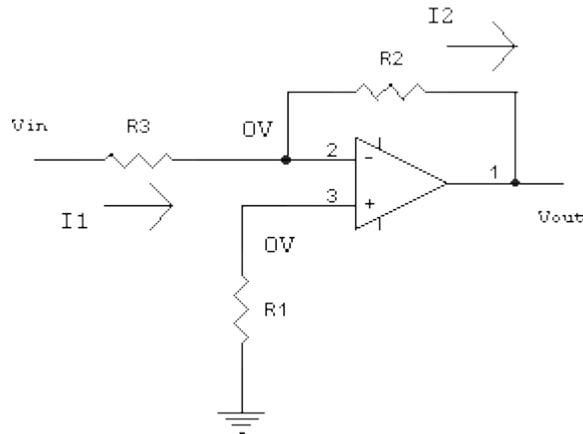

Figura 5-7 Circuito inversor
En la figura 5-7 se muestra un amplificador operacional inversor, el cual funciona de la siguiente manera: Al no existir corriente en las terminales 2 y 3, tampoco habrá corriente sobre el resistor R1, en este caso el voltaje en la entrada positiva (3) es de cero. Ahora, del punto (1) se toma una muestra y se retroalimenta la entrada número (2) a través del resistor R2 con un voltaje negativo igual al voltaje positivo de la entrada (3). De esta manera, el voltaje de entrada aparecerá sobre el resistor R3 a la terminal (2).